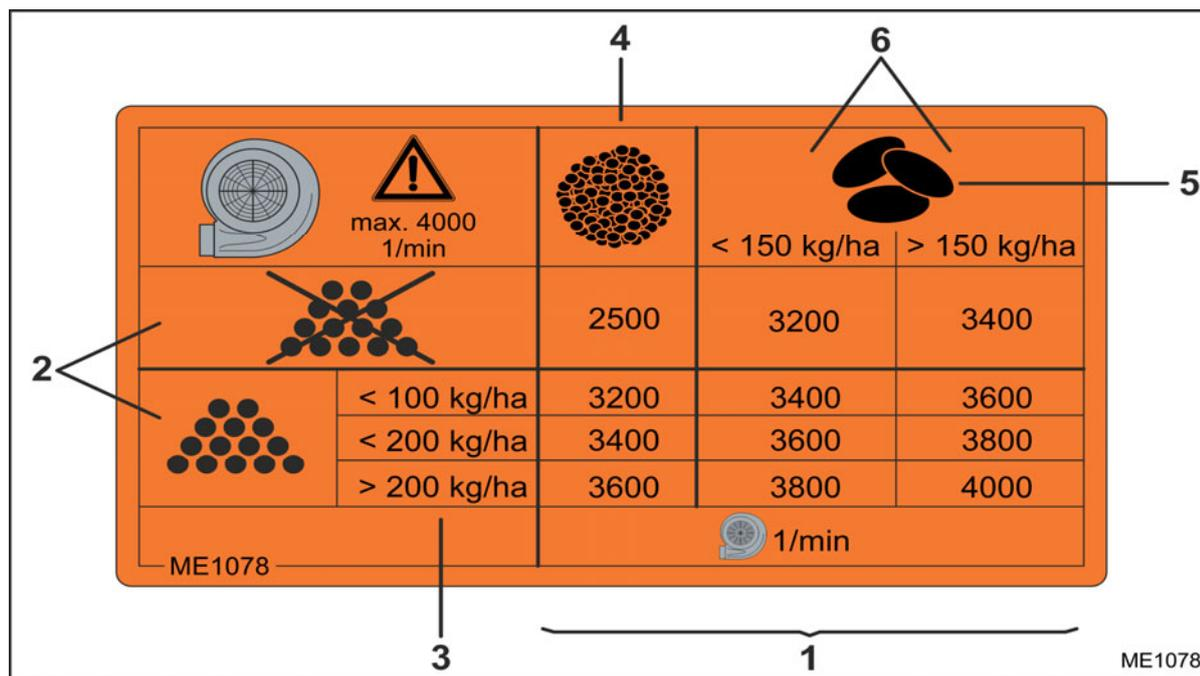

Fig. 166
Le régime nécessaire de la turbine (Fig. 166/1) dépend de
- o avec ou sans engrais (Fig. 166/2)
- o du débit de l'engrais (Fig. 166/3)
- o petites semences (Fig. 166/4), par ex. colza ou graminées
- o céréales ou légumineuse (Fig. 166/5) et du débit (Fig. 166/6)
- Débit d'engrais : 150 kg/ha (Fig. 166/3)
- Débit de céréales : 130 kg/ha (Fig. 166/6)